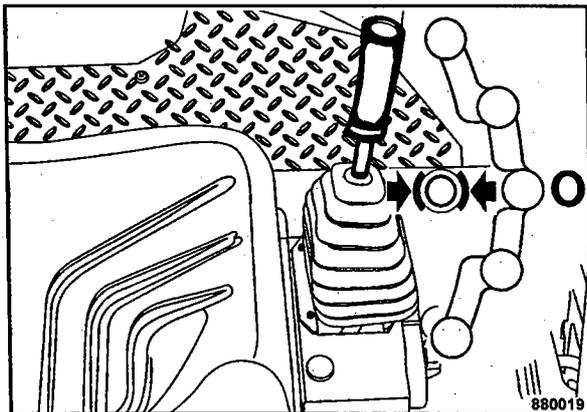

Fig. 66
- Si fuese necesario hay que pulsar el botón (Fig. 66) para desconectar la vibración.